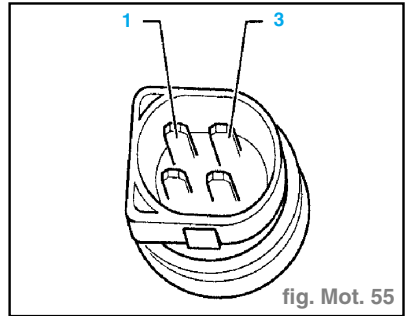

fig. Mot. 55
- Mesurer la résistance (fig. Mot. 55).